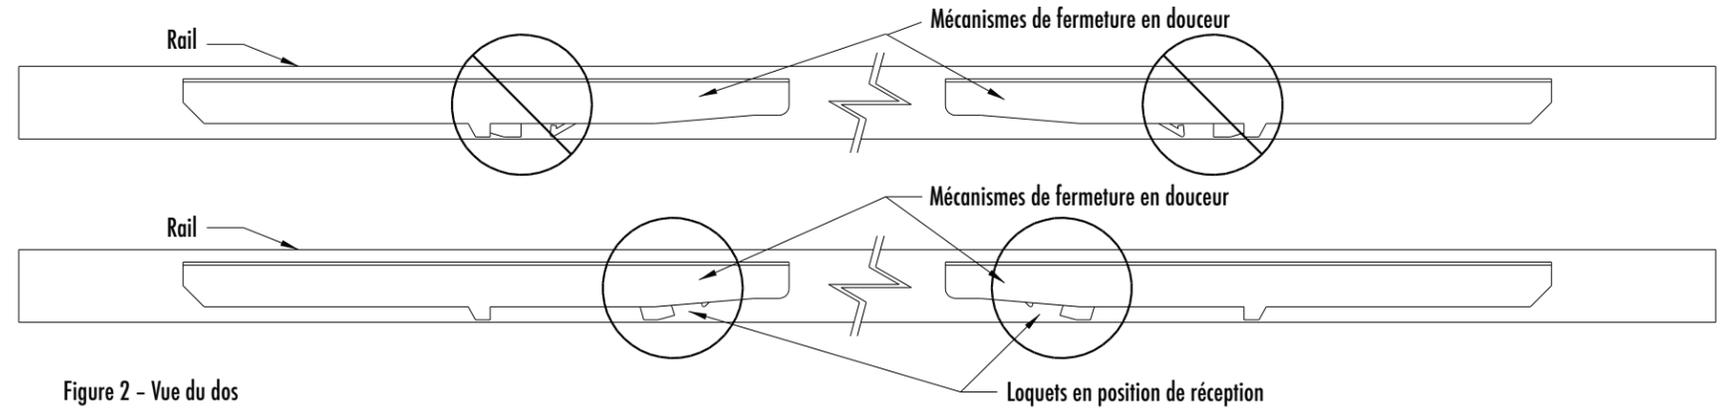

Figure 2 - Vue du dos
Étape 4) Avec la porte ainsi préparée, suspendez-la en vue de l'installation des bras de déclencheur. Remarque : gardez la porte éloignée des mécanismes de fermeture en douceur pour faciliter l'installation des bras de déclencheur. Avant l'installation, placez les deux mécanismes de fermeture en douceur en position de réception de loquet. Si le loquet est en position fermée (non réceptrice), utilisez votre doigt pour faire glisser le loquet et l'ouvrir (voir la Figure 2). Répétez pour le second mécanisme de fermeture en douceur du rail, pour un fonctionnement correct.